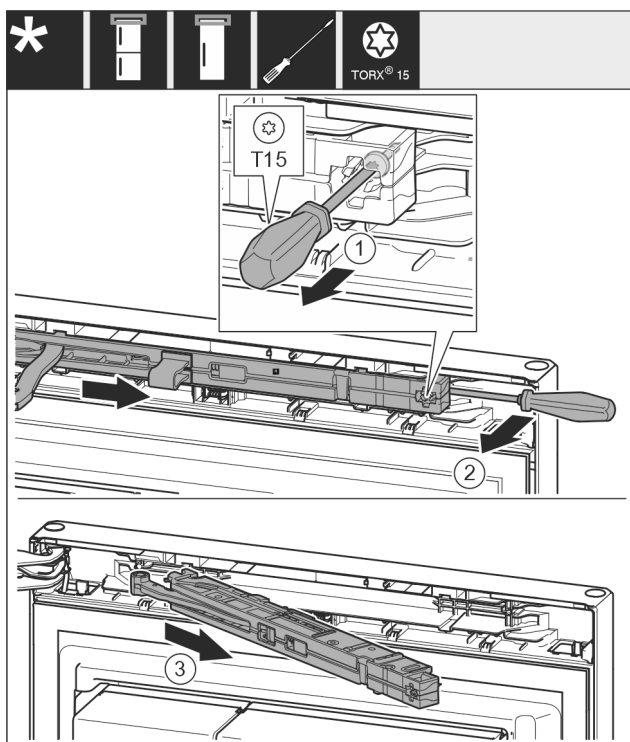

Fig. 10
- Schraube an Schließdämpfereinheit mit Schraubendreher T15 ca. 14 mm lösen. Fig. 10 (1)
- Mit einem Schraubendreher griffseitig hinter die Schließdämpfereinheit fahren und Einheit nach vorne drehen. Fig. 10 (2)
- Schließdämpfereinheit herausziehen. Fig. 10 (3)